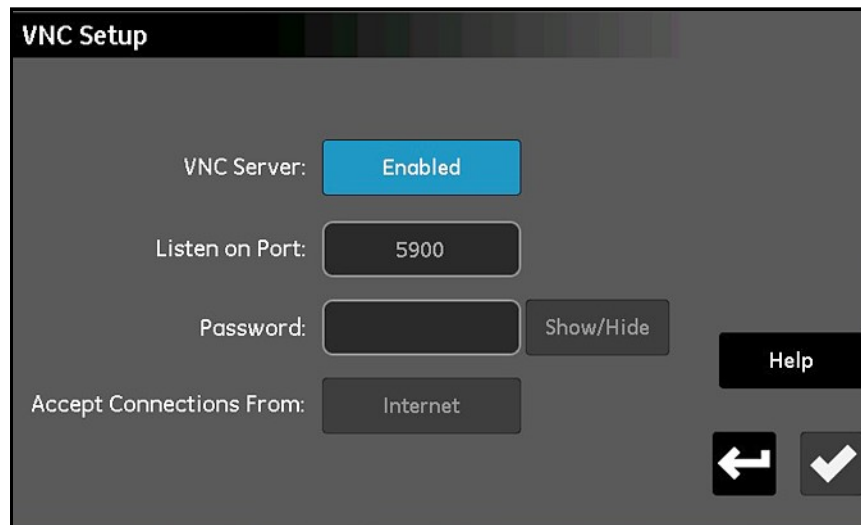

Figura 72: A tela Configuração de VNC
1. Na tela *Menu de Configuração* (veja a *Figura 52 na página 57*), toque no botão **VNC** para abrir uma tela *Configuração de VNC* semelhante à *Figura 72* abaixo.